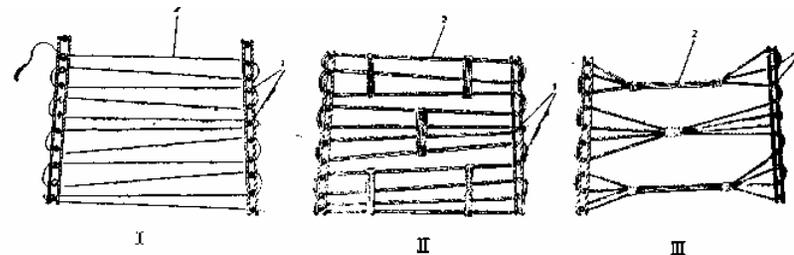

Рис. 371. Оплетка вант: I—III — первый—третий шаги.
**«Оплетка» вант.** Ванты правого и левого бортов под фока- и грота-марсами связывали между собой при помощи шхер-тросов или швиц-сарвеней. Это облегчало проводку бегучего такелажа сверху. Оплетка вант показана на рис. 371. Иногда к шхер-тросам привязывали коуши, через которые пропускали бегучий такелаж.